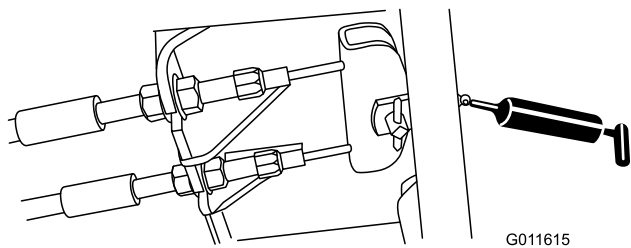

Figura 37
- Pedale del freno (1) (Figura 37)